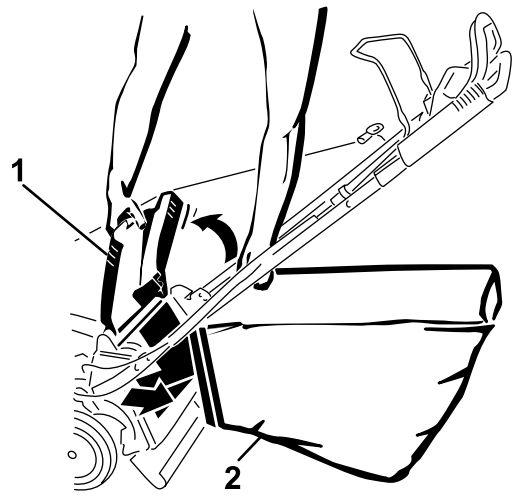

Figure 24
4. Accrochez les ergots du bord supérieur avant du bac sur les crans des supports du guidon (Figure 24).